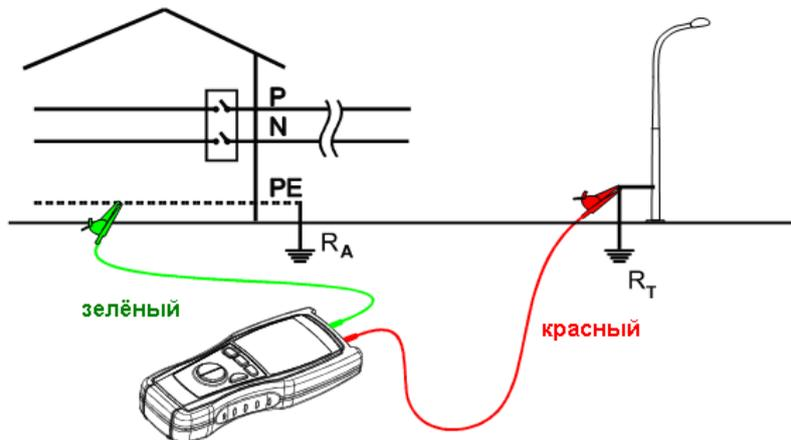
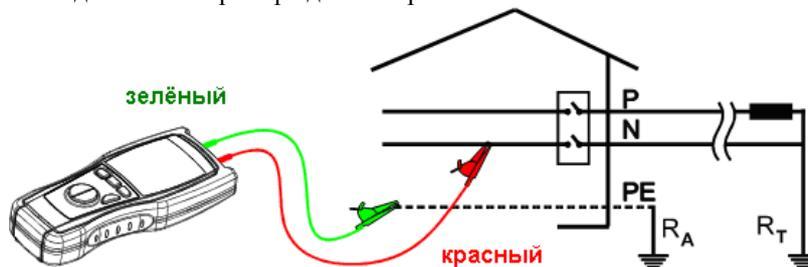

Рис. 3: Подключение прибора для измерения по 2-х полюсной схеме/EARTH 2W
Рис. 4: Подключение прибора для измерения по 2-х полюсной схеме/EARTH 2W
Например, в качестве вспомогательный электрода можно использовать водопроводный кран, металлический столб освещения (**рис. 3**) или любую металлическую деталь, вкопанную в землю, при условии, что сопротивление заземления в этих случаях пренебрежимо мало.
Только в электросетях и установках с типом заземления **TT** (см. **рис.4**) – возможно выполнять измерение в 2-х полюсным режиме (**EARTH 2W**), используя для подключения нейтральный проводник непосредственно на электророзетке или в распределительном шкафу в качестве *вспомогательного электрода заземления*.
7. Подсоедините зажимы «крокодил» к вспомогательному естественному заземлителю и объекту тестирования, как показано на **рис.3** и **рис.4**.